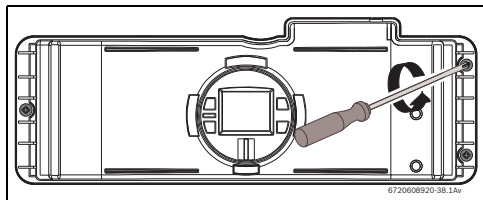
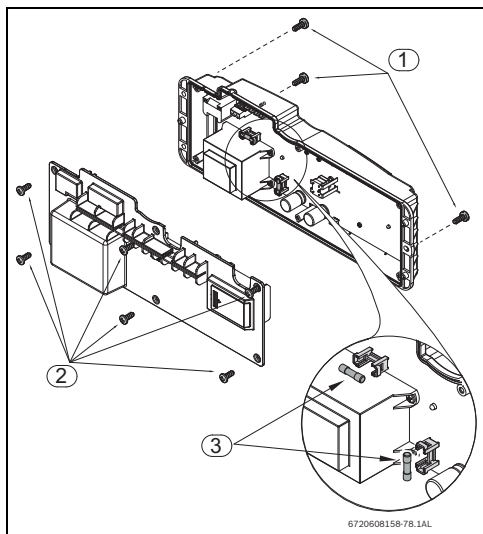

Рис. 56
Рис. 57 Положение предохранителей
- ▶ отпустите три винта на блоке управления (Рис. 56 , Рис. 57 , поз. 2).
- ▶ Отпустите шесть винтов на задней крышке блока управления, см. Рис. 57 , поз.2.
- ▶ Ослабьте три винта блока управления (Рис. 56).